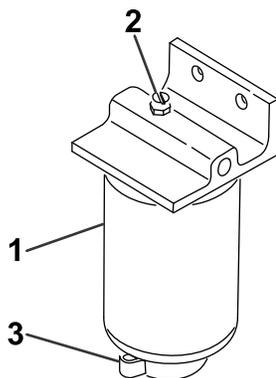

Figura 58
2. Allentate la valvola di spurgo situata nella parte inferiore della scatola del filtro (Figura 58).
1. Pulite la superficie circostante la scatola del filtro (Figura 58).